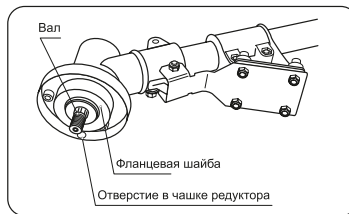

Рис.6
- Совместите отверстие в фланцевой шайбе с отверстием в чашке редуктора (Рис. 6).